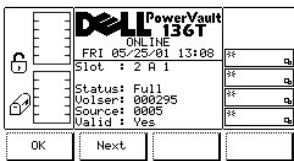

図 15. Status > Library > Slot > Slot Status ダイアログ
OKを選択すると、スロットステータス ダイアログが表示されます。図 15を参照してください。この画面は現在のスロットの物理的および統計的特性を表示します。
- 1 Next ソフトキーの下にあるボタンを選択すると、スロットステータス ダイアログが表示されます。図 15を参照してください。